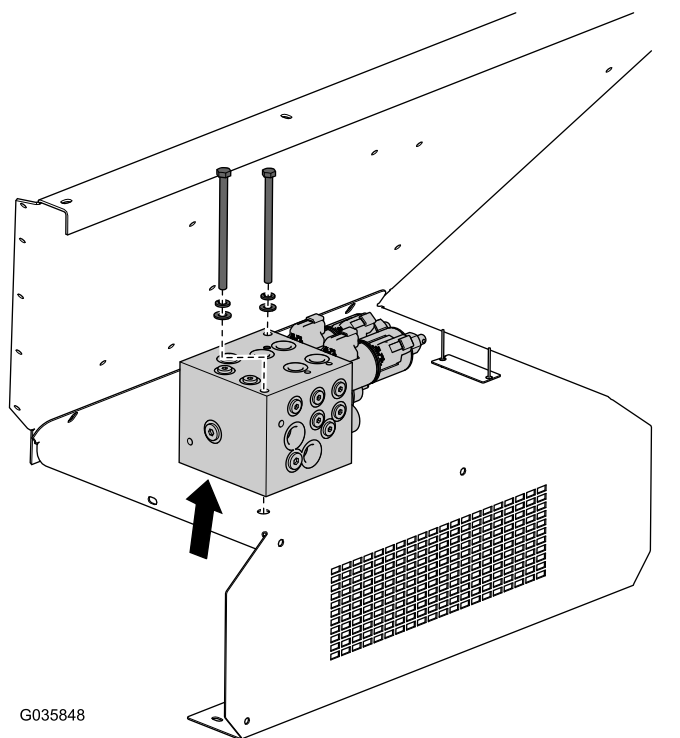

图5
1. 从歧管挡块上拆下并保留螺栓和垫圈以备随后的安装之用 图5。
- 将歧管提离冲洗防护装置高度足以卸除现有冲洗防护装置即可 图5。